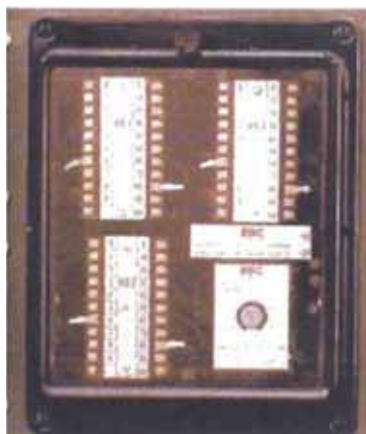

Figura III.11
- Se le adiciona un relé YW/L3 (Ver figura III.11) para aumentar un escalón mas a la protección de distancia.